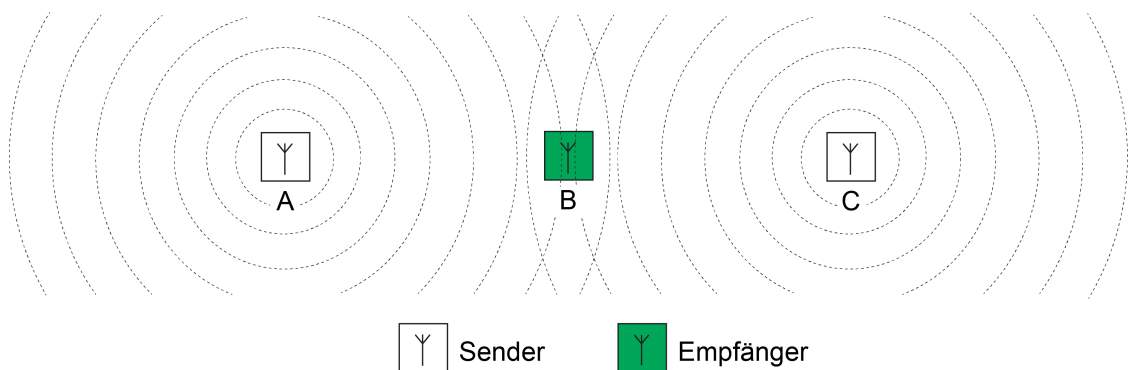

Bild 22: Funkkollisionen am Empfänger durch räumlich weit entfernte Sender
Durch die beschriebenen Sendeverfahren zur Steuerung des Medienzugriffs werden Funkkollisionen in einer KNX RF Umgebung meist verhindert, nicht jedoch vollständig vermieden. So kann es beispielsweise sein, dass bei einer Übertragung zwischen einem RF-Sender (A) und einem RF-Empfänger (B) ein zusätzlicher RF-Sender (C) vorhanden ist, der innerhalb der Reichweite des RF-Empfängers liegt, nicht jedoch den anderen RF-Sender erreichen kann aufgrund der räumlichen Entfernung (Bild 22). In solch einem Fall ist es für die beiden RF-Sender unmöglich zu erkennen, wann einer von beiden Funksignalen aussendet (Hidden-Station-Problem). Folglich können beim Empfänger, der in Reichweite beider RF-Sender liegt, Funkkollisionen auftreten.